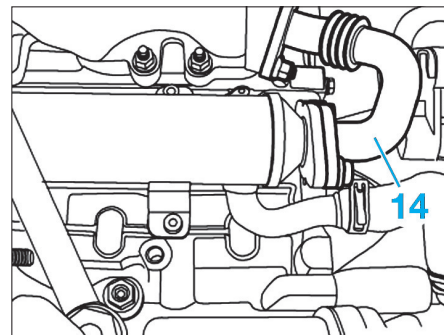

Fig. 50
- Déposer le tuyau (14) de raccordement du radiateur de recyclage des gaz (Fig.50).